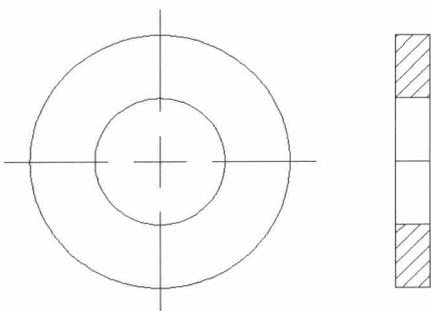

图1-17 填充图案
**步骤 17** 单击“确定”按钮，返回到“标注样式管理器”对话框，单击“确定”按钮，设置圆心标记大小，并在展开的“标注”面板中单击“圆心标记”按钮，单击半径为15的圆，标注圆心标记，如图1-17所示。